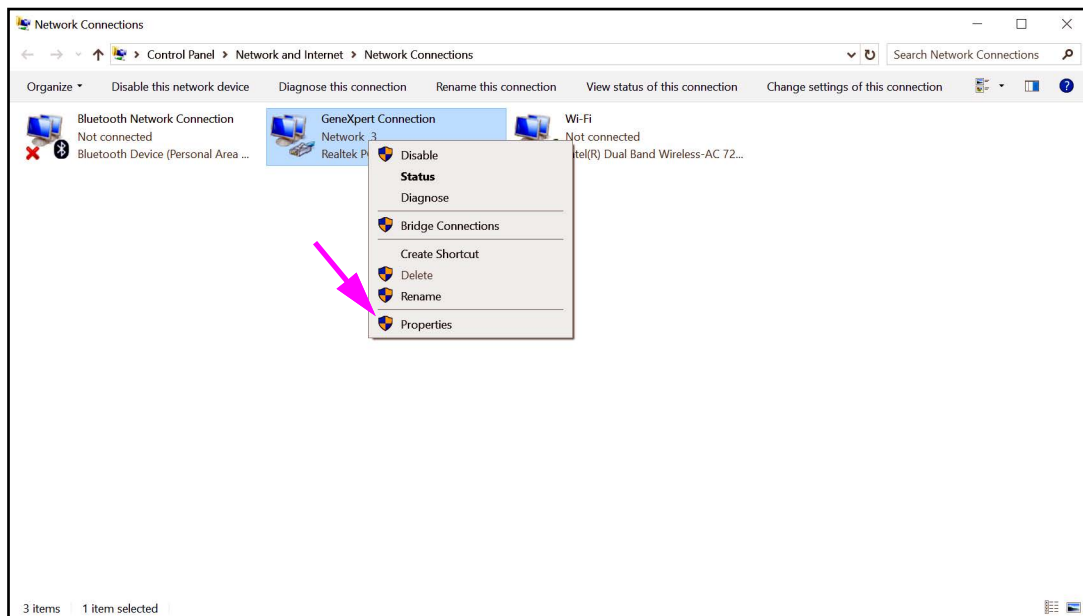

Figure 2-47. Écran Network Connections (Connexions réseau) avec menu déroulant
6. Cliquer avec le bouton droit sur l'option **GeneXpert Connection (Connexion)**. Un menu déroulant s'affiche. Voir la Figure 2-47.